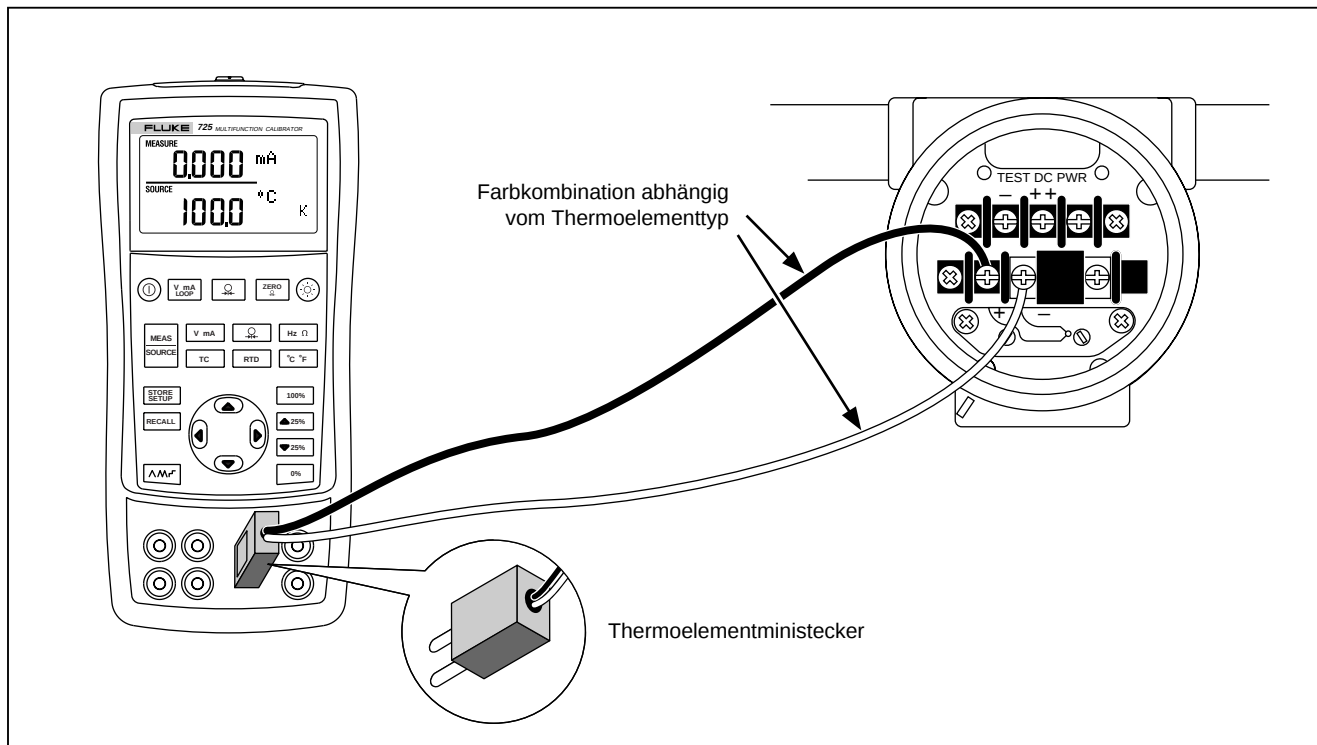

Abbildung 15. Verbindungen zum Simulieren eines Thermoelements
Die Kalibrator-TC-E/A-Buchse über den passenden Thermoelementministecker (polarisierter Thermoelementstecker mit flachen Inline-Stiften, Mittenabstand 7,9 mm [0,312 Zoll]) und Thermoelementdraht mit dem zu testenden Instrument verbinden. *Einer der beiden Steckerstifte ist breiter als der andere. Auf korrekte Stiftausrichtung achten, und keine Kraft anwenden.* Diese Verbindung ist in Abbildung 15 dargestellt. Zum Simulieren eines Thermoelements wie folgt vorgehen:
1. Die Thermoelementleiter gemäß Abbildung 15 mit dem geeigneten Thermoelementministecker verbinden und dann in die TC-E/A-Buchse des Kalibrators einstecken.